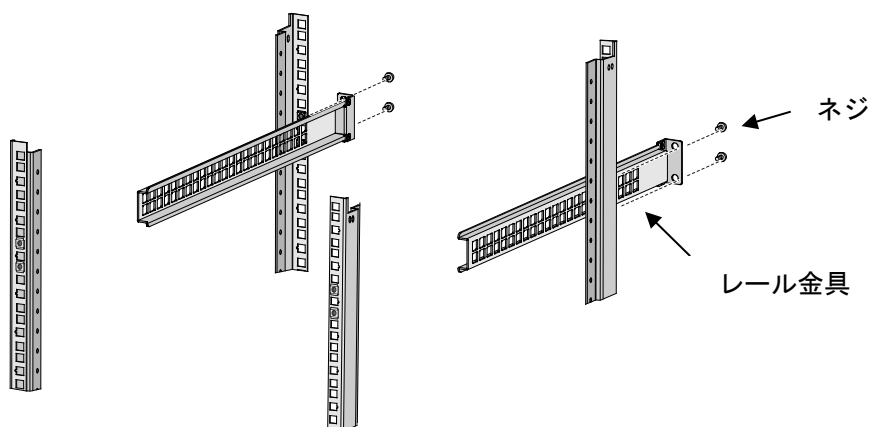

図 3-10 レール金具の固定
- c) 図 3-10に示すように、19インチラックの一方の支柱のネジ穴とレール金具のネジ穴